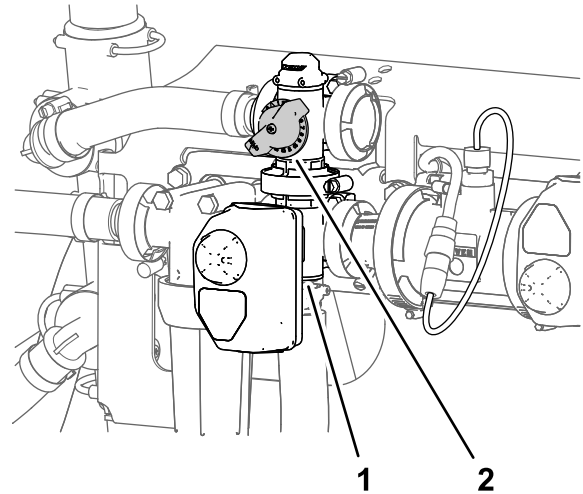

Figura 34
11. Ajuste la válvula de desvío de agitación (Figura 34), situada en la parte trasera de la válvula de agitación, hasta que la presión del sistema de fumigación indicada en el manómetro sea de 6.89 bar (100 psi).